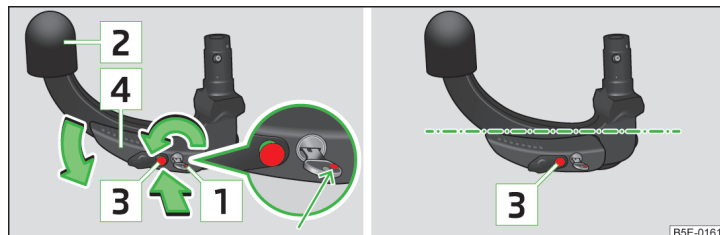

Fig. 156 Ajustar la posición de reserva / posición de reserva
- Gire la llave **1** de manera que la marca roja muestre hacia arriba » fig. 156.